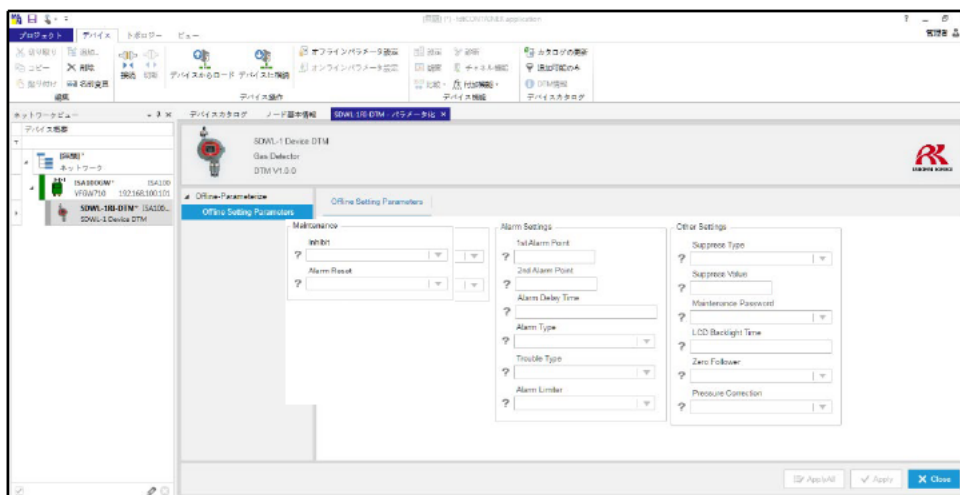

図 5-54 オフラインパラメータ設定画面
- ③ 下の画面が表示され、オフラインでのパラメータ設定が可能となります。（図 5-54）